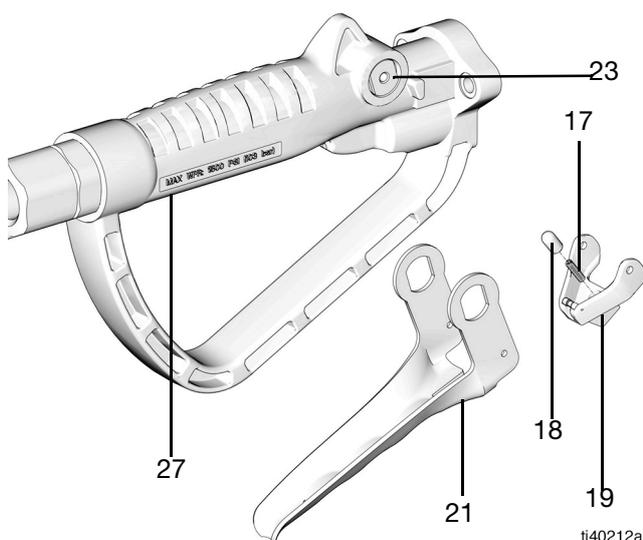
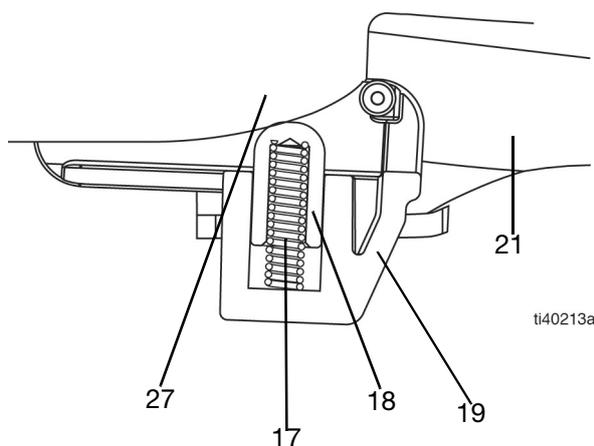

FIG. 47
FIG. 48
4. Instale el muelle (17) y la guía del muelle (18) en el montaje del cierre (19) (FIG. 47 y FIG. 48).
5. Instale el montaje del gatillo (21) en la leva (23), asegurándose de que el muelle (17) y la guía del muelle (18) estén situados entre el cierre (19) y el alojamiento de la válvula (27) (FIG. 47 y FIG. 48).